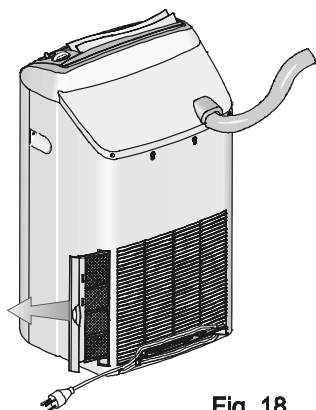

Fig. 18
- Retirer et nettoyer le filtre principal (voir figures 18, 19, 21, 22).
- Pour retirer le filtre, prendre la poignée par derrière et tirer le filtre. (Voir figure 18).